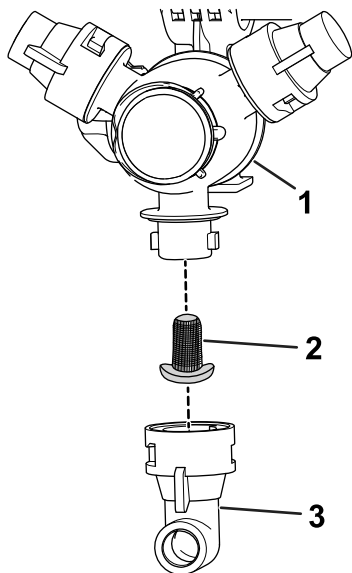

Bild 89
2. Nehmen Sie die Düse vom Sprühdrehkreuz ab (Bild 89).
3. Entfernen Sie den Düsenfilter (Bild 89).
5. Setzen Sie den Düsenfilter ein (Bild 89).
6. Setzen Sie die Düse auf das Sprühdrehkreuz auf (Bild 89).